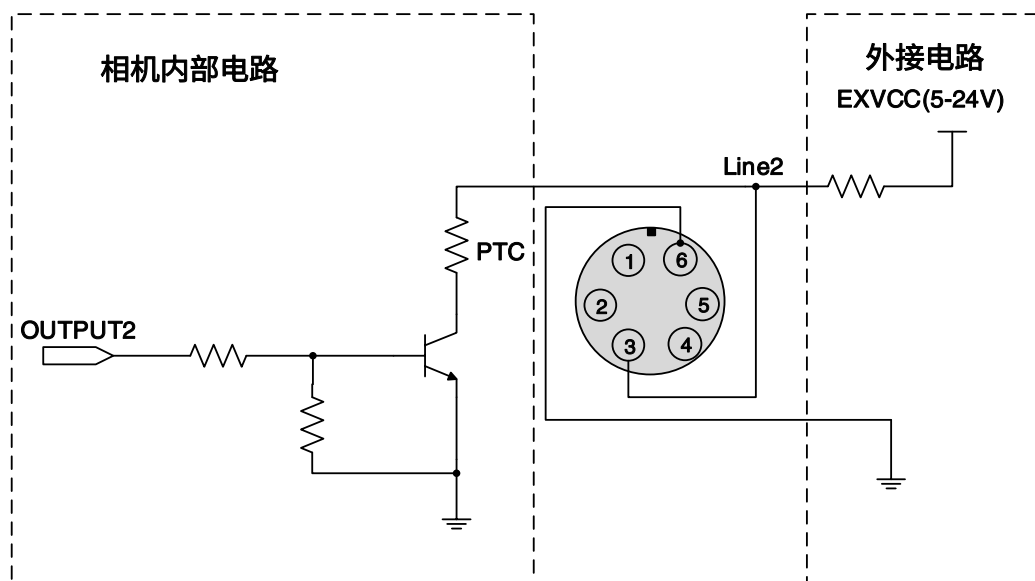

图 7-12 Line2 配置为输出引脚时相机内部等效电路
- Line2/3 配置为输出引脚时，相机内部等效电路见图 7-12